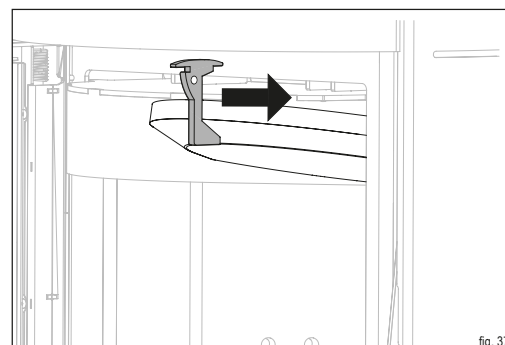

fig. 37
- Spingere in avanti il supporto della pietra termica (fig. 37).